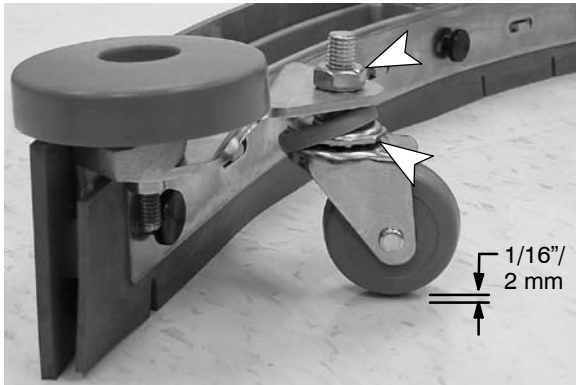

FIG. 39
1. Pour vérifier le bon réglage du bloc de racloir, retirez le bloc de racloir de la machine et placez-le sur une surface égale. Mesurez la distance entre la roulette et la surface. Cette distance doit être environ 1/16" / 2 mm (Figure 39).
2. Pour régler la hauteur de roulette, desserrez l'écrou supérieur et retirez le carter en plastique du roulement pour accéder à l'écrou de réglage. Tournez l'écrou de réglage jusqu'à ce que vous obteniez le bon réglage (Figure 39). Après le réglage, resserrez l'écrou supérieur et remplacez le carter en plastique du roulement. Répétez l'opération pour l'autre roulette.